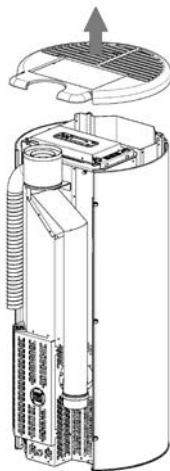

Fig. 71 - Abdeckplatte entfernen
- Abdeckung aus Gusseisen entfernen (siehe **Fig. 71**).